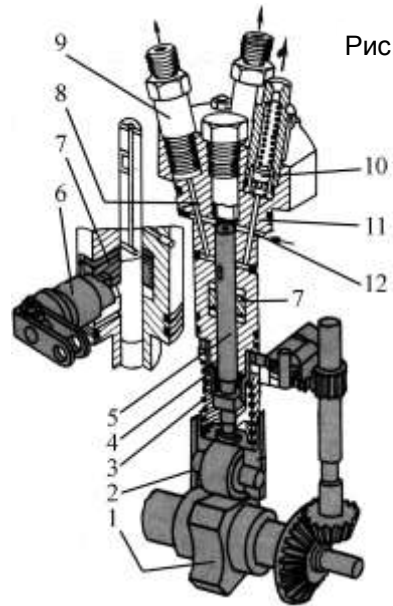

Рис. 4
5. Ознайомтесь з конструкцією паливного насоса розподільного типу НД (рис.4) : 1-кулачок вала насоса, 2-штовхач, 3-пружина, 4-зубчата втулка, 5-плунжер, 6-втулка привода дозатора, 7-дозатор, 8-розподільчий канал втулки плунжера, 9-штуцер високого тиску, 10-нагнітальний клапан, 11-втулка плунжера, 12-впускний отвір.